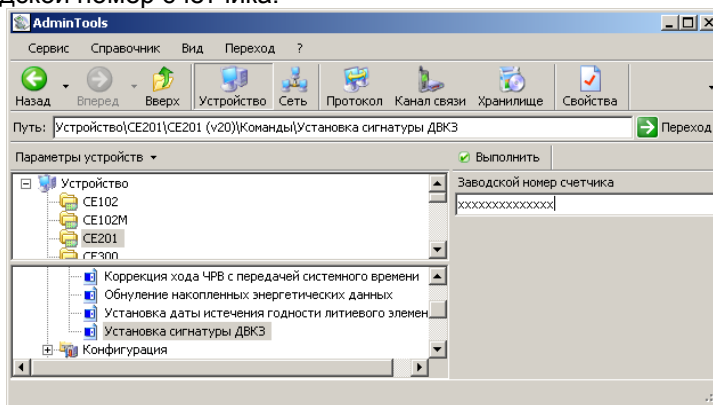

Рисунок 5.28 – Команда установки сигнатуры ДВКЗ
- ввести в окно заводской номер счетчика (рисунок 5.28);